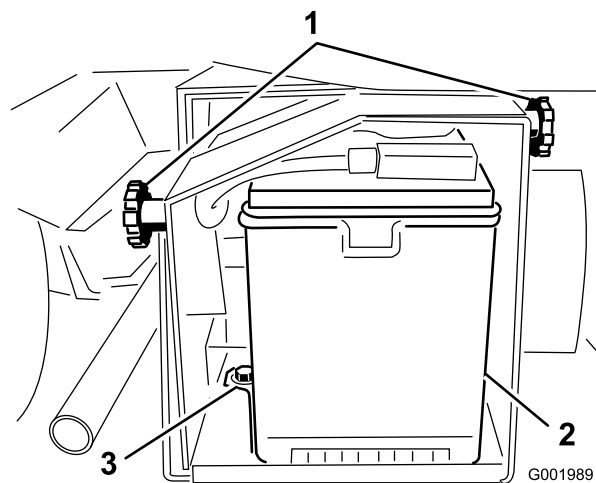

Figura 54
2. Afloje los pomos de los lados de la caja de la batería y retire la tapa de la batería (Figura 54).
5. Retire el dispositivo de sujeción de la batería y los herrajes (Figura 54).
2. Instale el dispositivo de sujeción de la batería, fijándolo con los herrajes que retiró anteriormente (Figura 54).
4. Instale la tapa de la batería y fíjela con los 2 pomos (Figura 54).
1. Afloje los pomos de los lados de la caja de la batería y retire la tapa de la batería (Figura 54).